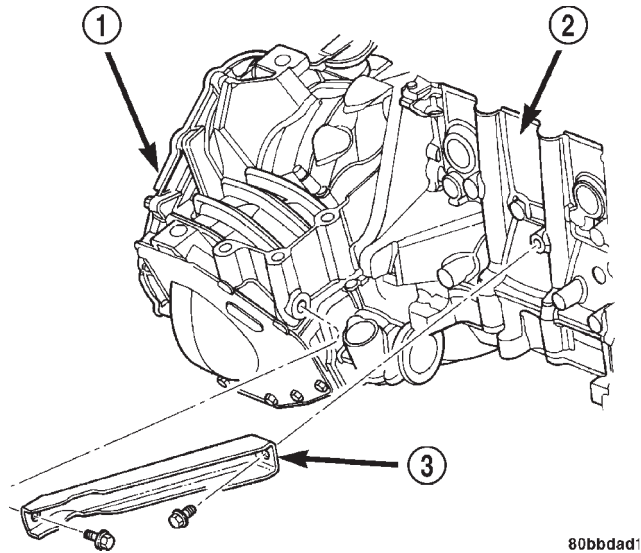

Fig. 7 Desmontaje e instalación del soporte de flexión lateral derecho—Característicos
(17) Retire el soporte de flexión lateral derecho del motor al transeje (Fig. 7).
(11) Instale el soporte de flexión lateral derecho y apriete los pernos con una torsión de 81 N·m (60 lbs. pie) (Fig. 7).
(12) Instale los dos ejes de transmisión delanteros. Consulte los procedimientos correctos en el grupo 3, Diferencial y sistema de transmisión.
(13) Llene el transeje con la cantidad adecuada de lubricante para transeje manual de Mopar® (N/P 04874465).
(14) Baje el vehículo.